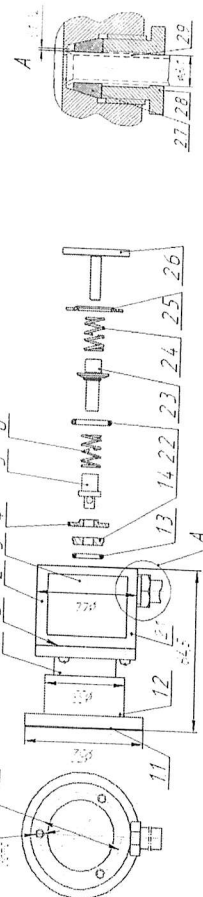

Рисунок 2. Клапан Е
В комплект поставки входит (см. рис.2):
Для удобства монтажа и обслуживания клапан Е (рис.2) разделяется на два функциональных узла: ловитель (1), цоколь (2), - и детали рабочего клапана: шайба уплотнительная (4), шток (5), пружина (6). Ловитель и детали рабочего клапана доступны для обслуживания и замены при отделении ловителя от цоколя.
Для удобства монтажа и обслуживания клапан Е (рис.2) разделяется на два функциональных узла: ловитель (1), цоколь (2), и детали рабочего клапана: шайба уплотнительная (4), шток (5), пружина (6). Детали рабочего клапана доступны для обслуживания и замены при отделении ловителя от цоколя.
5.2 На вводную трубку одеть резьбовую и конусную полимерную втулки и вмонтировать в резьбовое отверстие цоколя клапана в соответствии с рис. 2 – вид А. Вводную трубку встроить в соответствующую клапану магистраль подачи медицинских газов или создания вакуума. В резьбовое отверстие цоколя может монтироваться непосредственно трубка магистралей подачи медицинских газов или создания вакуума, если она имеет размеры, соответствующие вводной трубке. При этом её необходимо предварительно снабдить конусной и резьбовой втулками, как указано для вводной трубки, а её торец перед монтажом в цоколь развальцевать в соответствии с рисунком 2 – вид А.
- отсоединить ловитель от цоколя, вывернув три винта М4, извлечь детали рабочего клапана, а также уплотнитель штукера и фланец (4, 5, 6, 1.3 и 1.4 – рис.2). После выполнения этой операции клапан обслуживания, расположенный в корпусе цоколя, герметизирует магистраль подачи медицинского газа и давление в ней может быть доведено до рабочего значения выбранного пользователем для этой магистрали;